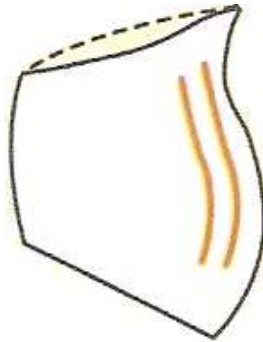

Figure 24 : CML montante au dos avec emboîtement ⁽²⁷⁾
- CML montante au dos avec emboitage. Prévues pour les femmes avec proéminence abdominale afin de maintenir le tablier antérieur (Figure 24) ;